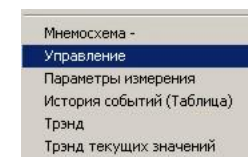

Рис. 27
8.6. Выдать команду управления, можно также используя оперативное меню (см. **рис. 27**), которое вызывает